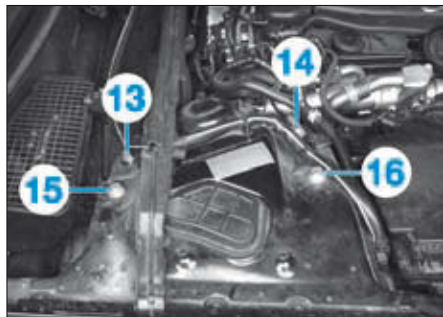

FIG. 9
- Dévisser les vis (13), (14), (15) et (16), extraire l'élément de suspension avec le palier supérieur de fixation (Fig.9).